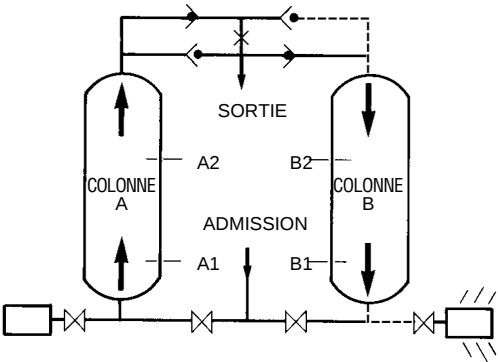

FIGURE 1C
1.2.2 Système économiseur de purge automatique facultatif (Voir la Figure 1C)